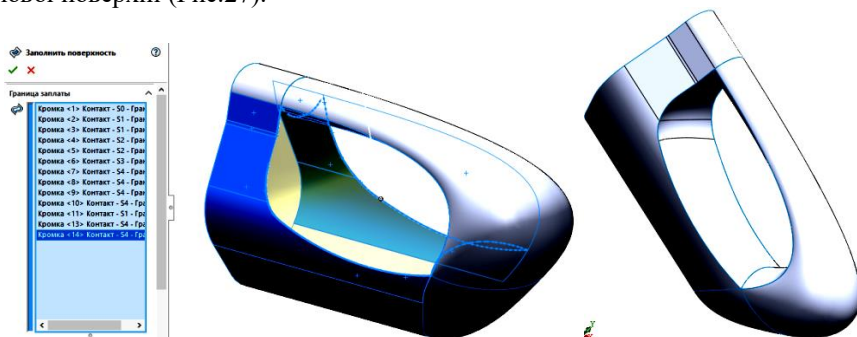

Рис.27. Виконання операції *Заповнити поверхню* і результат
12. Виконуємо операцію *Заповнити поверхню*, вказуючи всі кромки нової поверхні (Рис.27).